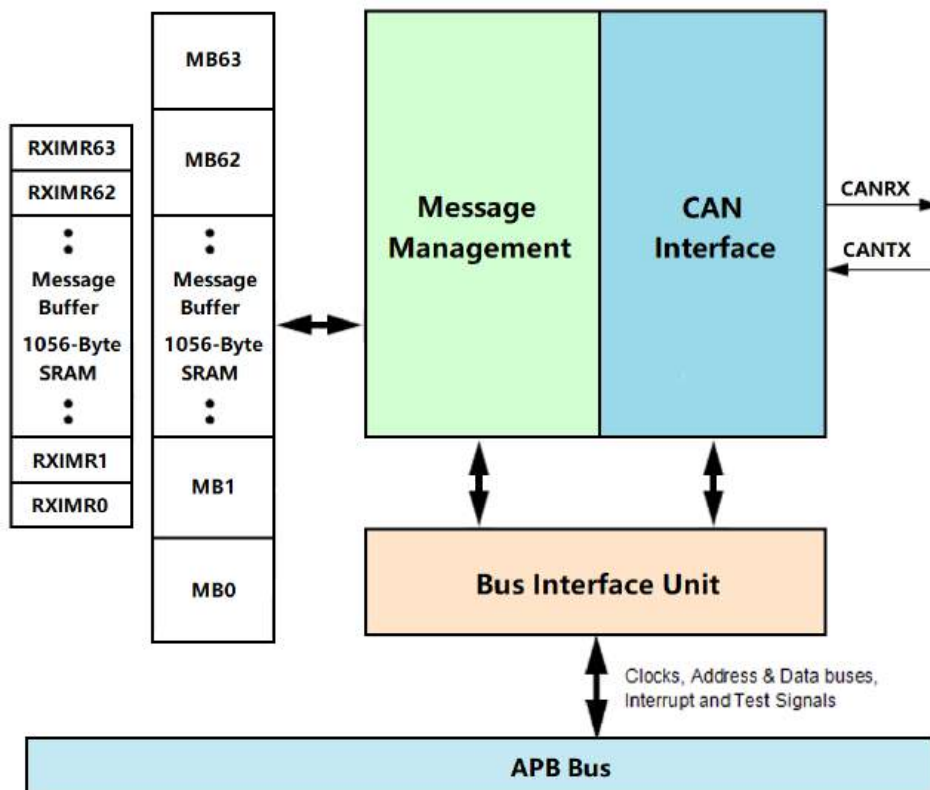

图 24-1: CANBus 方块图
LT168 的 CANBus 模块是一个基于 CAN 2.0B 协议规范实现 CAN 协议的通信控制器。一般的方块图如图 24-1 所示, 它描述了在 CANBus 模块中实现的主要子块, 包括两个嵌入式存储器, 一个用于存储消息缓冲区 (MB), 另一个用于存储 Rx 单个掩码寄存器。这些子模块的功能将在后续的章节中进行描述。